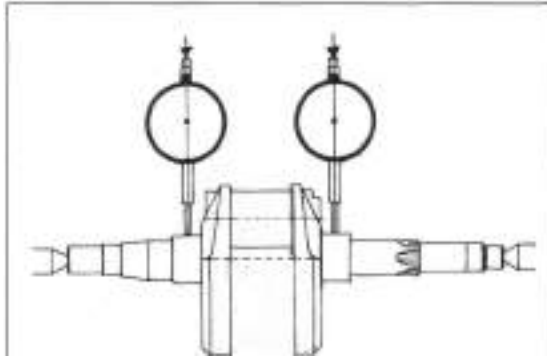

Bild 189
- Kurbelwelle zwischen Reitstockspitzen (Drehbank) einspannen und mit Messuhr an Hauptlagerzapfen Schlag messen (Bild 189). Dabei beachten, dass tatsächlicher Schlag nur der Hälfte des angezeigten Wertes entspricht. Maximal zulässiger Wert 0,01 mm.